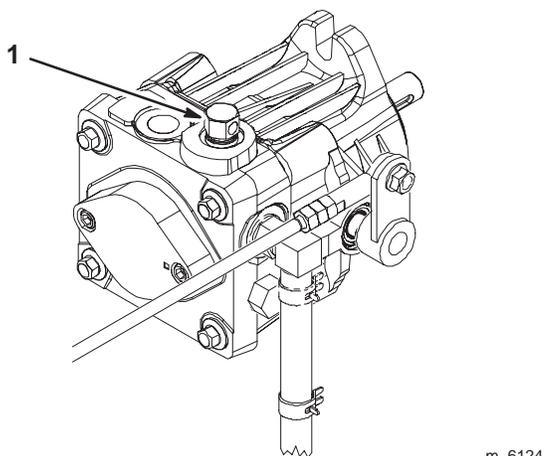

Figure 23
2. Tournez les vannes de dérivation d'un tour dans le sens anti-horaire pour pousser la machine. Cela permet au liquide hydraulique de contourner la pompe et aux roues de tourner (Fig. 23).
Tournez les vannes de dérivation une fois dans le sens horaire pour utiliser la machine (Fig. 23).